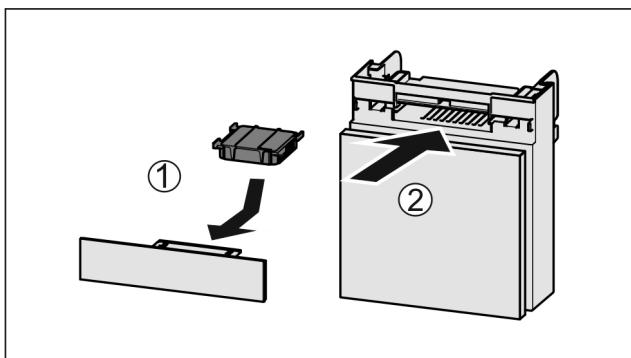

Fig. 114
- Aktivkohlefilter nach Abbildung einsetzen Fig. 114 (1).
- Fach einschieben Fig. 114 (2).